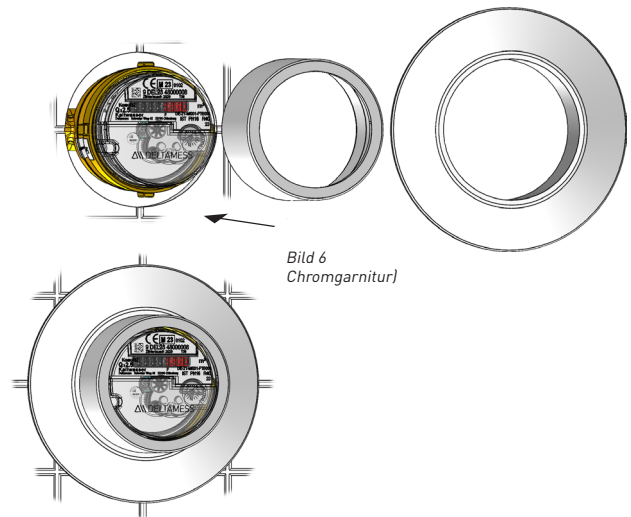

Bild 6
- Zylinder und Rosette auf das Zählwerk aufsetzen (Bild 6).